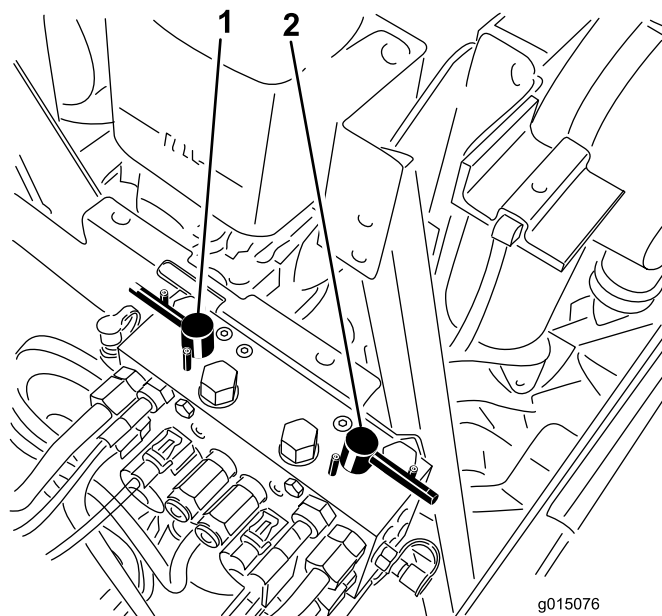

Figura 105
4. Selezionate le leve di lappatura anteriore, posteriore o entrambe per stabilire gli elementi da lappare (Figura 105).